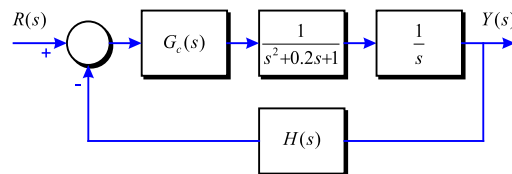

Figura 4-2
3. Per a fer que no es torni inestable, es decideix posar-hi un compensador $H(s) = \frac{s^2+0.18s+0.81}{(s+10)^2}$, tal i com es mostra a la Figura 4-2.